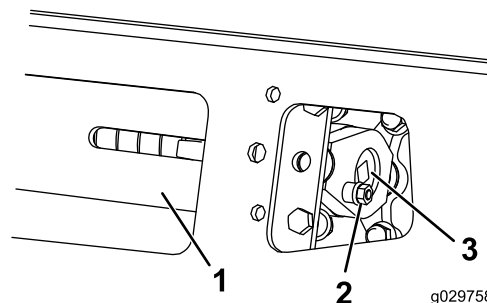

Bild 59
3. Entfernen Sie die Befestigungsschraube, Distanzstück und Mutter (Bild 59).
5. Fluchten Sie die am nächsten liegende Kerbe in der Spannschraube mit dem Loch der Befestigungsschraube aus und befestigen Sie die Schraube mit der Befestigungsschraube und Mutter (Bild 59).
4. Entfernen Sie die Befestigungsschraube und Mutter (**Bild 59**).
5. Lösen Sie die Antriebsspannung mit einer Ratsche (1/2"), indem Sie die Spannschraube nach rechts drehen (**Bild 59** und **Bild 65**).